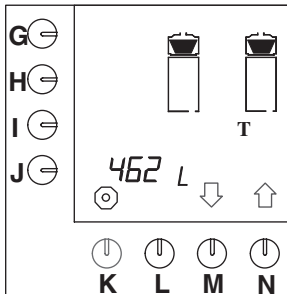

Abb. 38 Gesamtzählwerk für das
- Drücken Sie auf die Wahl taste (N.)¹, bis Abb.38 im Display erscheint.